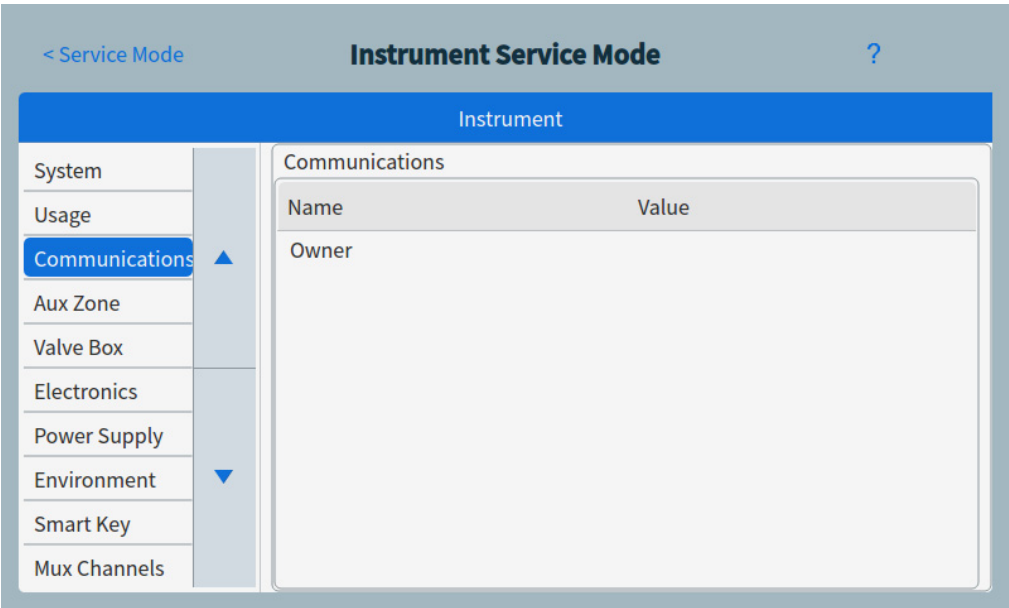

Figure 52. Page Mode service instrument
- 1 Sélectionnez le type de composant souhaité. La page Mode service pour le composant sélectionné apparaît. Voir **Figure 52**.